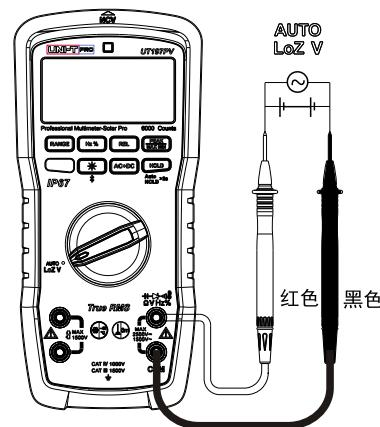

图4
1. 自动交直流电压 (Auto-V LoZ) 测量 (见图 4)